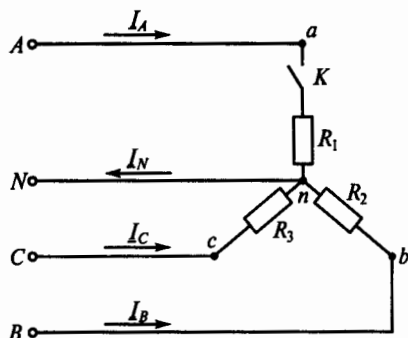

Рис. 129
**3.103.** Как изменятся токи при размыкании ключа  $K$  на рис. 129, если  $R_1 = R_2 = R_3$ ?